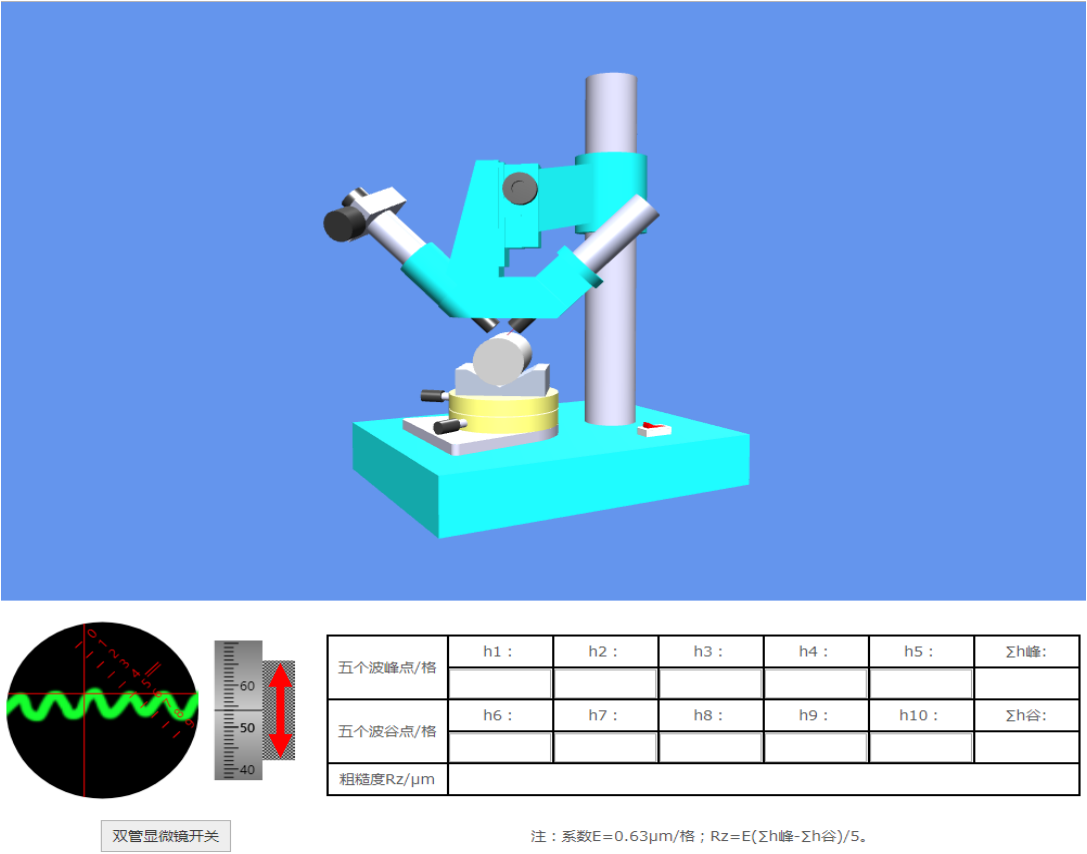

图 6 表面粗糙度测量
5. 将鼠标移至目镜测微计手轮（滚花部分）处，按下左键并上下移动鼠标，转动手轮，在取样长度范围内，使十字线的水平分划线分别与五个峰顶和五个峰谷相切（图 6）。